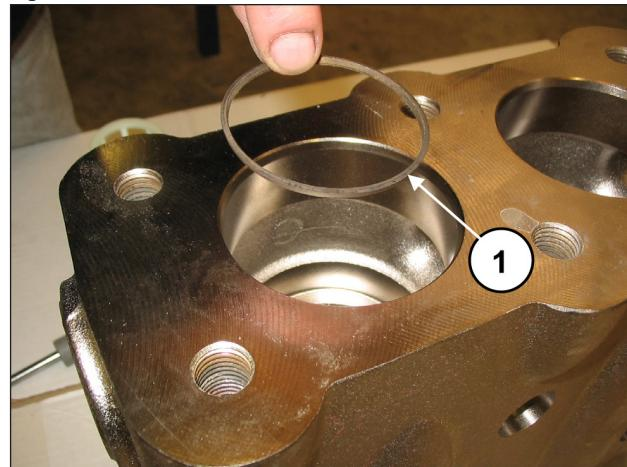

Fig. 119
Placer la bague anti-extrusion, rep. vue éclatée n° 4 (rep. ①, Fig. 119).